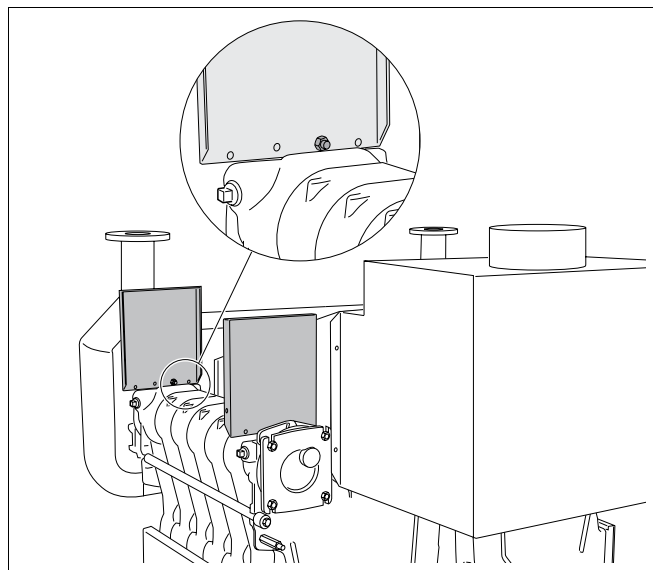

Fig. 44 Montarea consolelor
- Fixați patru console la elementii finali ai blocului de cazan cu câte un șurub M8 x 35, piuliță și șaiba aferentă. Partea liberă a consolelor este în interior. Consolele se află în exterior (fig. 44).